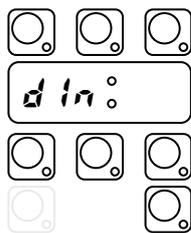

Bild 3.2
- Taste DAUERZYKLUS drücken. Das Display zeigt das Symbol *d ln* und die Dauer in Sekunden im Wechsel an (Bild 3.2 und 3.3).